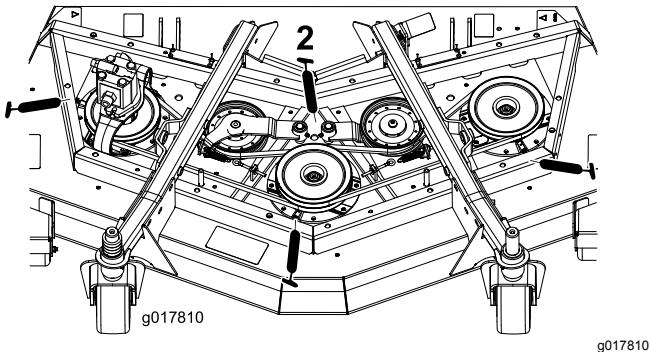

Рисунок 44
- Подшипники валов шпинделей (3 шт.), расположенные под шкивом (Рисунок 44)
- Втулки осей поворота рычагов натяжных роликов (2 шт.) (Рисунок 44)